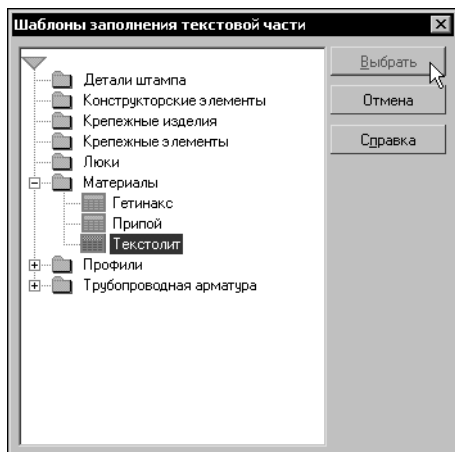

Рис. 21.8. Новый шаблон заполнения текстовой части объекта спецификации
- Убедитесь, что в списке шаблонов заполнения текстовой части появился шаблон, созданный вами при выполнении упражнения 49 (рис. 21.8).